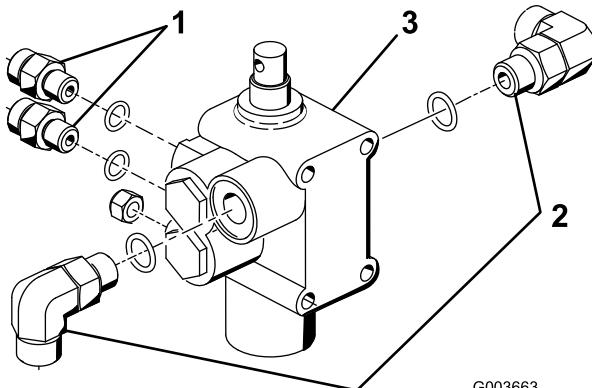

图 7
- 如图 7 所示将 90°接头和 2 个直通液压接头拧入新提升阀。